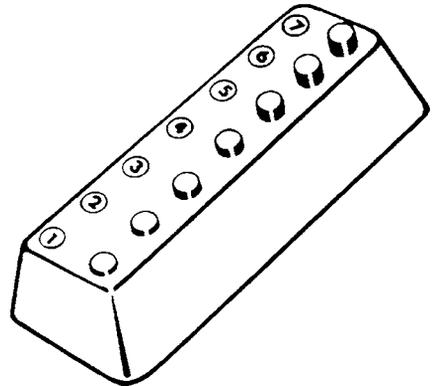

Рис. 5.24. Декодер тубулярного ключа помогает определить глубину вырезов (С разрешения компании A-1 Security Manufacturing Corp.)
- Декодер для тубулярных ключей (рис. 5.24)